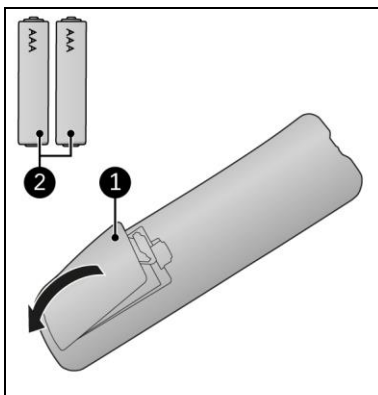

Figure 13
1. Retirez le couvercle (figure 13, pos. 1).
3. Insérez deux piles (AAA 1,5 V) (figure 13, pos. 2) comme indiqué dans le compartiment à piles. Veillez à insérer les piles correctement.